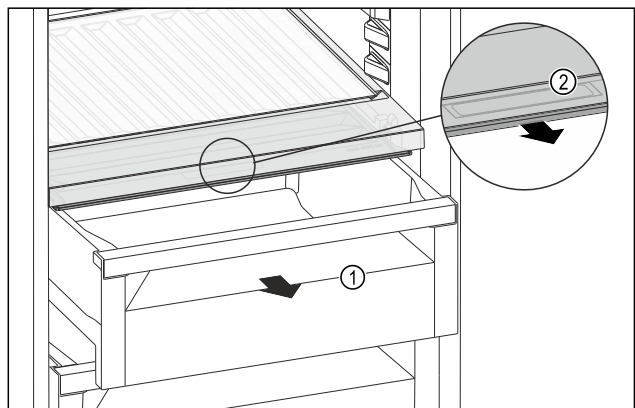

Fig. 109
- ▶ Schubfach Fig. 109 (1) herausziehen.
- ▶ Griffmulde Fig. 109 (2) am Fachdeckel anfassend und gleichzeitig nach vorne ziehen.